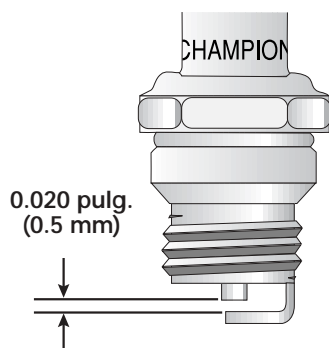

Figure 29
3. Cambie toda bujía partida, inundada o sucia. Fije la separación de aire a **0.020 pulgadas (0.5 mm)** utilizando un calibrador (Fig. 29).